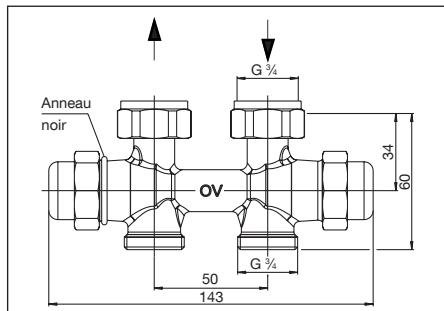
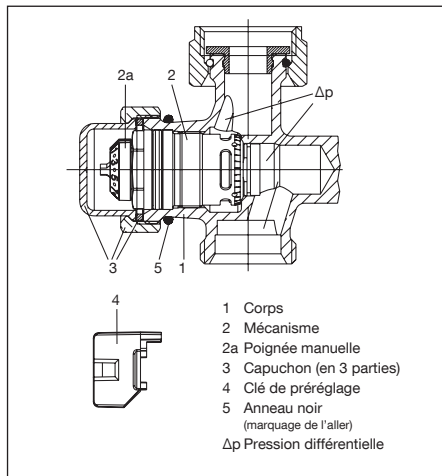
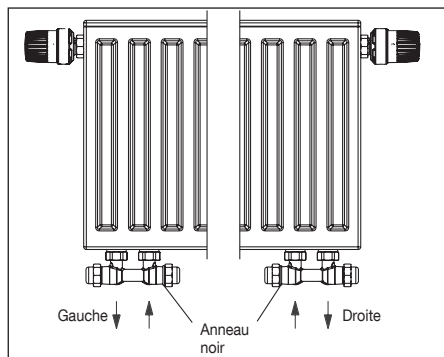

Fig. 3 Modèle droit
Fig. 5 Conception du régulateur de débit
Fig. 6 Affectation des raccordements du modèle équerre pour raccordement à gauche ou à droite
Le débit maximal peut être réglé à l'aide de la clé de préréglage (pos. 4, fig. 5) (voir paragraphe 6.2.1).
Avec l'appareil de mesure raccordé, la pression différentielle disponible au corps de robinet est mesurée. Pour ce faire, dévisser le capuchon (pos. 3, fig. 5). Démontez ensuite le mécanisme (pos. 2, fig. 5) à l'aide du «Demo-Bloc» et effectuer une mesure avec la tige pour mesurer la pression différentielle. Dès que la pression différentielle mesurée atteint un niveau supérieur ou égal à la pression différentielle Δp_{min} (voir 4.1), elle est assez élevée pour permettre la régulation automatique du débit par le raccord.
Il est impératif de respecter la position de l'aller et du retour pour garantir que le fluide circule dans le bon sens (voir fig. 3, 4 et 6). L'aller doit être raccordé au côté du régulateur de débit marqué d'un anneau noir (pos. 5, fig. 5). Le modèle équerre est disponible pour raccordement à gauche et à droite (affectation des raccordements voir fig. 6).
2. Dévisser le mécanisme «QA» (pos. 2, fig. 5) et le mécanisme d'arrêt «Combi LR» à l'opposé à l'aide d'une clé de 19 mm.
4. Démonter l'anneau noir (pos. 5, fig. 5) pour le marquage du raccordement pour l'aller et le monter sur le côté opposé du raccord (mécanisme «QA»).
Lors du montage, veiller à la pose parallèle et sans contraintes de la tuyauterie. Il est impératif de respecter la position de l'aller et du retour pour garantir que le fluide circule dans le bon sens. L'aller doit être raccordé au côté du raccord marqué d'un anneau noir (pos. 5, fig. 5).
Démonter le capuchon sur le côté aller (marqué d'un anneau noir, pos. 5, fig. 5).
Procéder au préréglage selon la valeur souhaitée à l'aide de la clé de préréglage (pos. 4, fig. 5). Le préréglage ne peut être effectué qu'à l'aide de la clé de préréglage fournie qui est montée sur la poignée manuelle (pos. 2a, fig. 5). Cela évite tout risque de déréglage de la valeur réglée par des personnes non autorisées.
1. Démonter le capuchon sur le côté aller (marqué d'un anneau noir, pos. 5, fig. 5).
Dévisser le mécanisme (pos. 2, fig. 5) du corps (pos. 1, fig. 5) à l'aide de l'outil spécial «Demo-Bloc» sans vidanger l'installation.